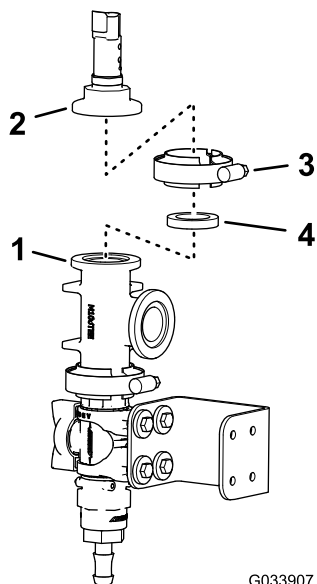

図 14
6. 図 14のように、水圧トランスデューサのフランジを、T字フィッティングのフランジに合わせる。
7. ガasketとフランジ付きクランプ使って、水圧トランスデューサをT字フィッティングに組み付け、クランプを手締めする図 14。